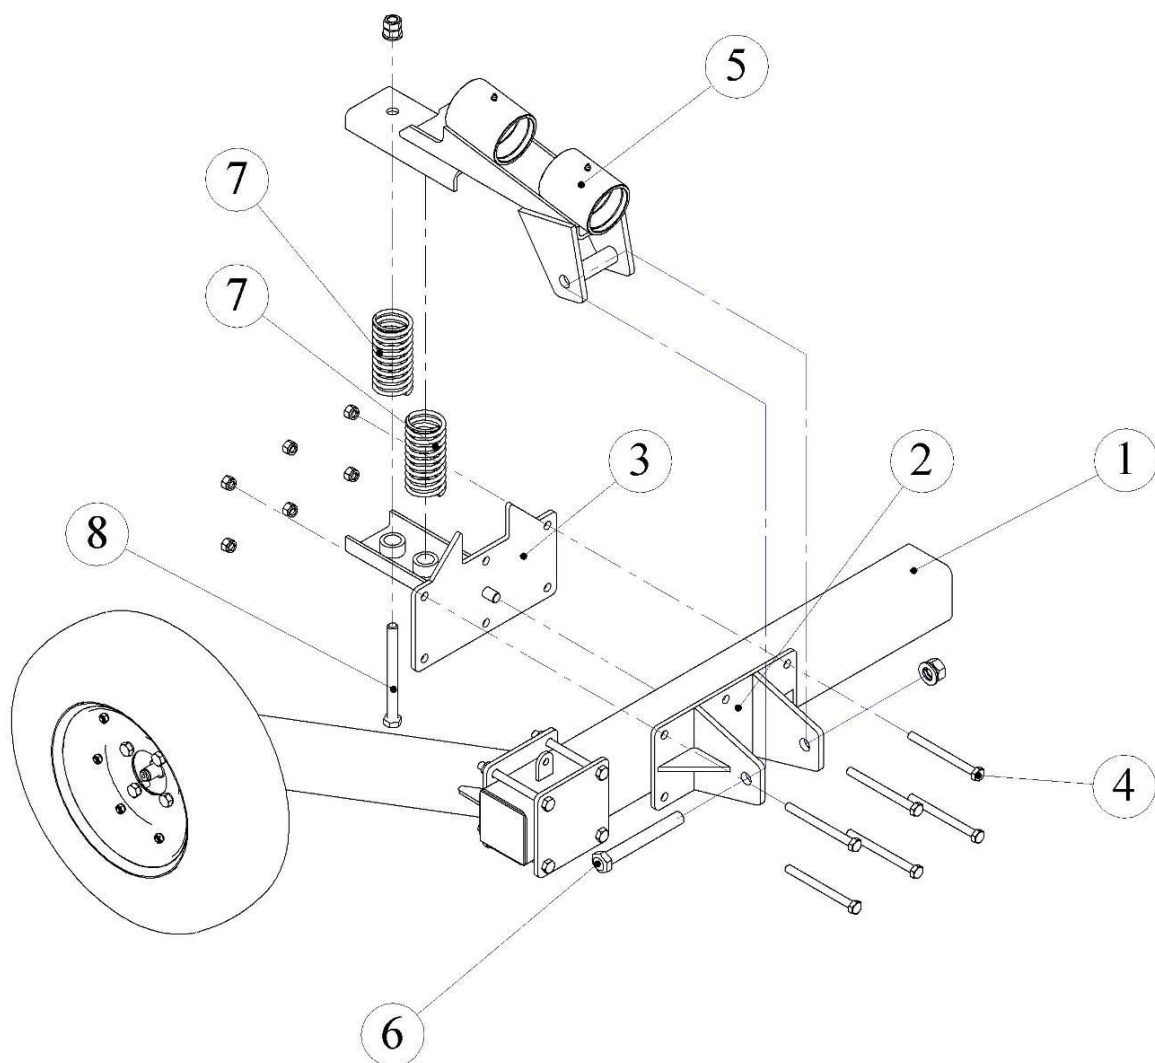

Рис. 4.2.1. Сборка шарнирных узлов ГПП-8
4.2.1. Установите кронштейн передний (2) и кронштейн задний (3) на балку (1) с помощью шести болтов (4) М12х140, гаек М12, подложив шайбы пружинные (рис. 4.2.1), совместив штифт на заднем кронштейне с отверстием в балке.